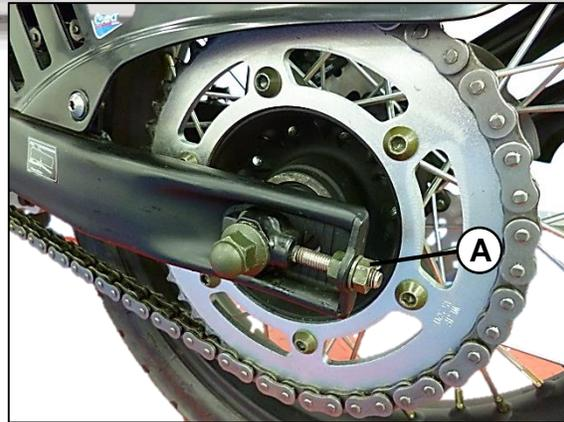

Fig. 17
Desensamble e inspeccione los tornillos tensores y las tuercas (A) de la rueda. **Fig. 17**